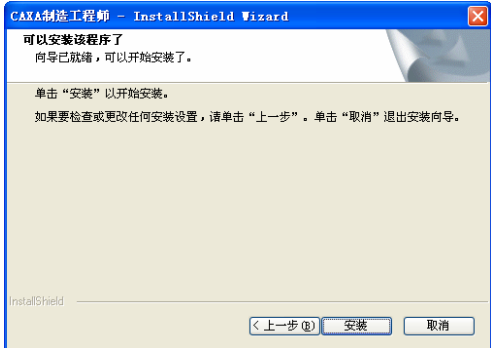

图 5-10 “可以安装该程序了”界面
7) 单击 **下一步(N) >** 按钮，弹出“可以安装该程序了”界面，表明安装设置完成可以进行安装，如图 5-10 所示。